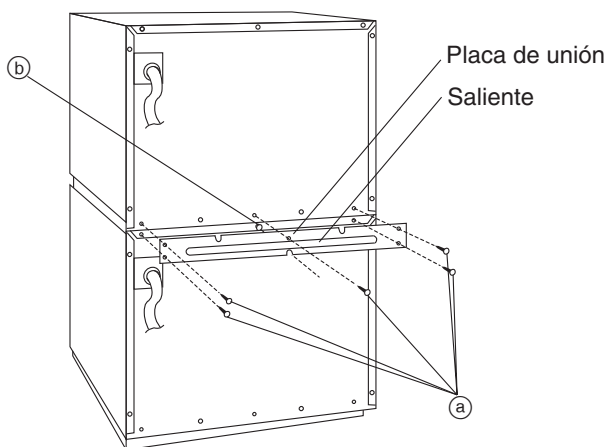

Fig. 1
1. Apile las unidades y retire los cinco tornillos (a), como se muestra en la Fig. 1.